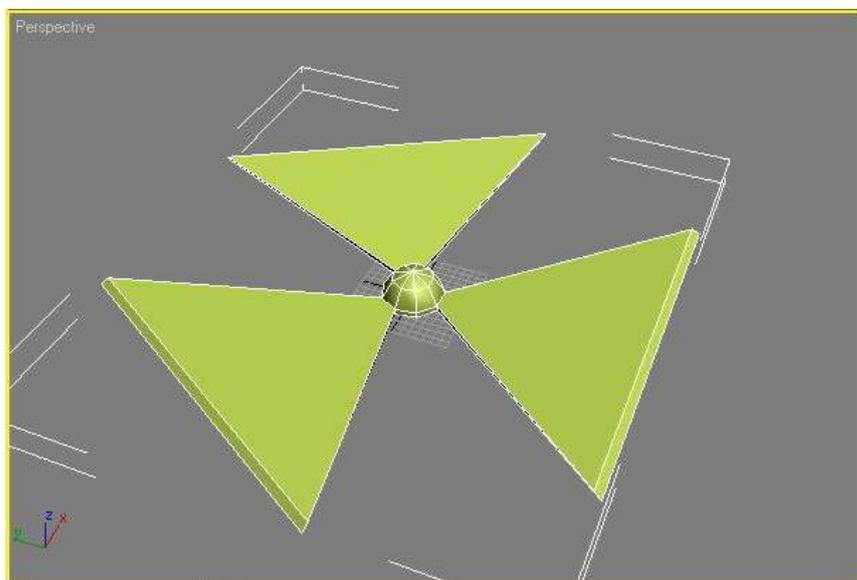

Рис. 14 – Объект после масштабирования
5. Не снимая выделение с полигонов, выполните команду **Scale (Масштабирование)** в плоскости XY. Это позволит увеличить площадь лопастей (рис. 14).